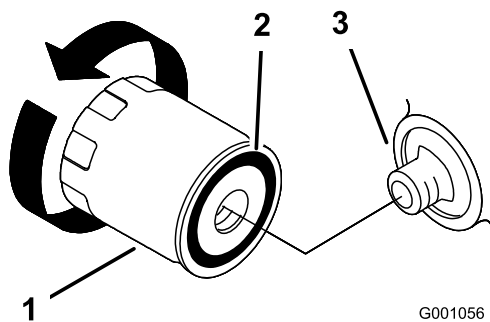

Figura 18
2. Togliete il filtro usato e tergete la superficie della guarnizione dell'adattatore del filtro (Figura 18).
3. Spalmate un velo di olio nuovo sulla guarnizione di gomma del filtro di ricambio (Figura 18).
4. Montate il nuovo filtro dell'olio nell'adattatore, giratelo in senso orario finché la guarnizione di gomma non sfiora l'adattatore, quindi serrate il filtro di altri 2/3 di giro o 1 giro (Figura 18).